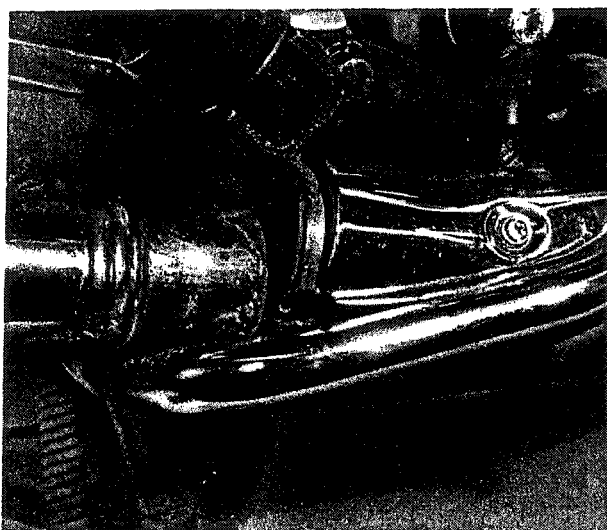
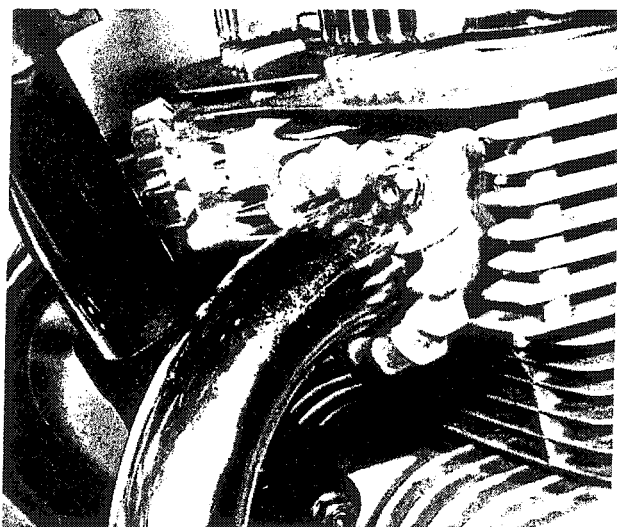

Bild 13
Bild 14
- Die Rohrschellen zwischen Auspuffrohr und Vorschalldämpfer sowie zwischen Vorschalldämpfer und Auspufftöpfen ganz lösen (Bild 13). Die Schellen von den Vorschalldämpferstutzen abziehen. Die beiden Muttern von jedem Auspuffrohrklemmring am Zylinderkopf entfernen und die Klemmringe von den Stiftschrauben abziehen (Bild 14). Die Auspuffrohre können nun einzeln ausgebaut werden. Die Auspufftöpfe sind mit einer Schraube an den Auslegern für die hinteren Fussrasten befestigt. Die gleiche